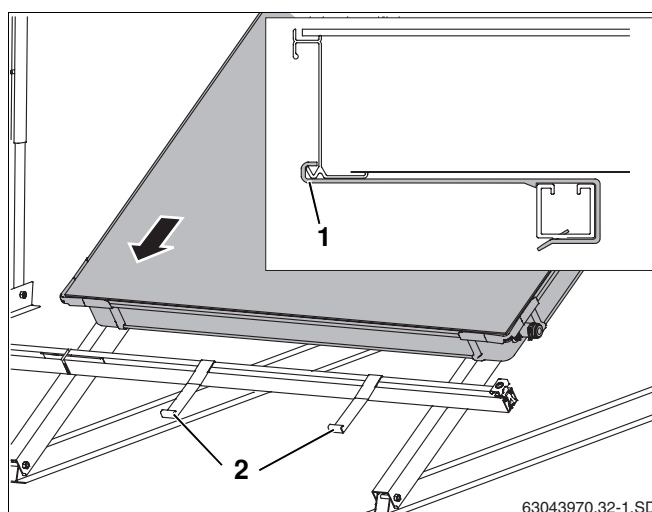

Fig. 46 Poser le premier capteur sur les rails profilés
- Poser le premier capteur sur les rails profilés et laisser glisser dans les dispositifs anti-glissement Fig. 46, **Pos. 2**) (Fig. 46).
Le bord inférieur du capteur doit se trouver dans l'orifice du dispositif anti-glissement Fig. 46, **Pos. 1**).